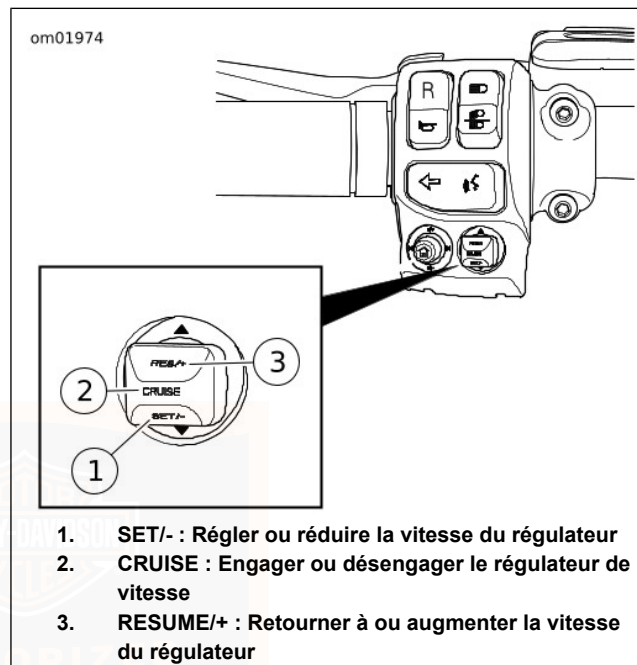

Figure 13. Fonctions de régulateur de vitesse de gauche (typiques)
1. Voir Figure 13. Appuyer tout droit sur le commutateur du régulateur pour activer le régulateur de vitesse. Le voyant du régulateur de vitesse passe à l'orange pour indiquer que le régulateur de vitesse est activé. Voir Figure 6 et Figure 7.
Voir Figure 13. Pour reprendre à la vitesse précédemment réglée, appuyer sur RESUME (relever le commutateur du régulateur de vitesse).
Voir Figure 13. Avec la vitesse réglée, appuyer momentanément sur RESUME/+ (relever le commutateur du régulateur de vitesse) pour augmenter la vitesse ou appuyer momentanément sur SET/- (enfoncer le commutateur du régulateur de vitesse) pour réduire la vitesse. La vitesse de régulateur augmente ou diminue de 1,6 km/h (1 mph).